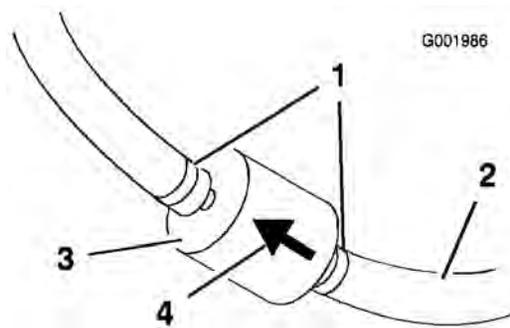

Figura 49
5. Premete le estremità delle fascette stringitubo ed allontanatele dal filtro (Figura 49).